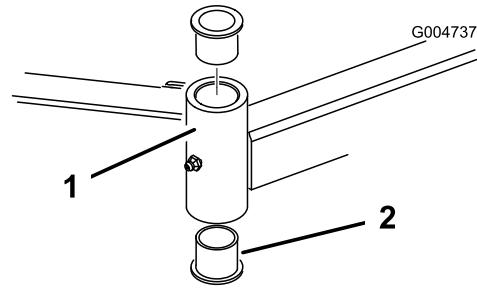

Bild 104
4. Stecken Sie einen Dorn oben oder unten in das Befestigungsrohr und treiben die Büchsen heraus (Bild 104).